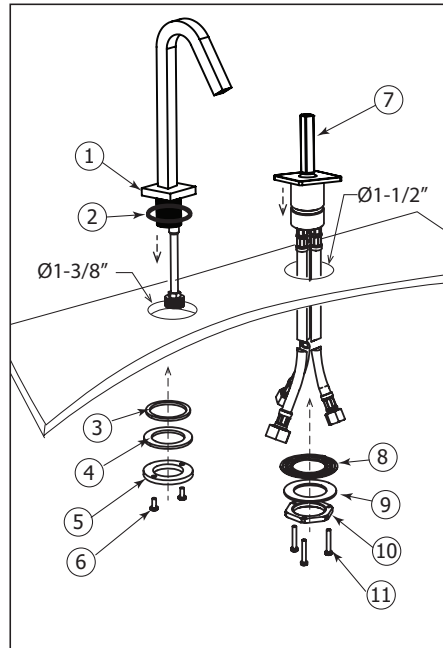

Fig.2
Place the rubber washer (2) to the spout base (1) and insert the spout into the hole (Ø 1-3/8") of the sink or countertop as shown (Fig.2). Then, insert the foam washer (3), the metal washer (4) and secure the spout with the metal nut (5). Tighten the two screws supplied (6).
Placer la rondelle en caoutchouc (2) à la base du bec (1), puis insérez le bec dans le trou (Ø 1-3/8 ") de l'évier ou du comptoir, comme indiqué (Fig.2). Ensuite, insérer la rondelle de mousse (3), la rondelle métallique (4) et fixer le bec avec l'écrou métallique (5). Serrez les deux vis fournies (6). Ensuite, insérer le mitigeur (7) dans le trou (Ø 1-1/2") de l'évier ou du comptoir. Fixez-le avec la rondelle en caoutchouc (8), la rondelle métallique (9) et l'écrou (10). Serrez les trois vis fournies (11).